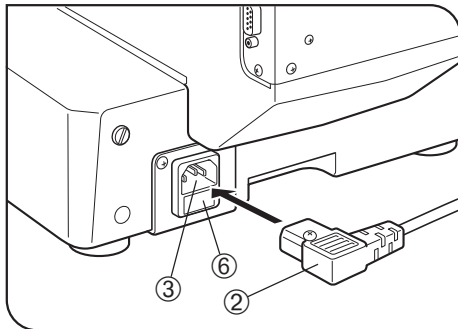

Abb. 24
1. Den Stecker des Netzkabels ② in die Netzanschlussbuchse ③ einstecken. (Abb. 24)
1. Vor dem Auswechseln der Sicherungen den Hauptschalter ① ausschalten („O“) und den Netzkabelstecker herausziehen.
2. Wenn der Netzkabelstecker aus der Buchse am Mikroskopstativ gezogen wird, ist die Sicherungskassette ⑥ zu sehen. (Abb. 24)